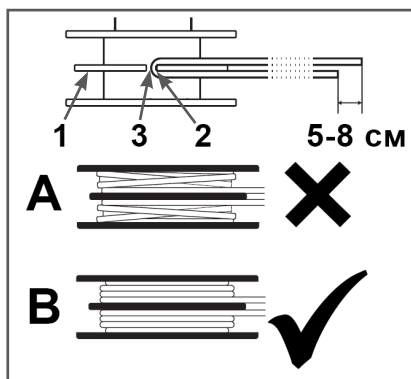

Рис. 14 Установка корда в катушку
- Отрежьте 3-4 метра корда. Используйте триммерный корд диаметром 1,6 мм. Сложите корд пополам и вставьте его в паз катушки (Рис. 14). Направление намотки корда указано на катушке. Намотайте концы корда плотно с натягом в канавки катушки. Правильная намотка корда показана на Рис. 14В.